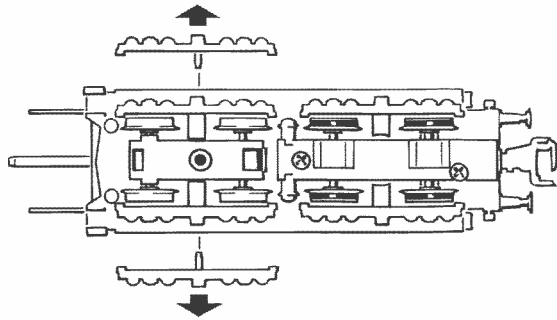

Fig. 12
**1. Reinigung der Radstromkontakte:** Radstromkontakte können auf unsauberen Schienen leicht verschmutzen. Entfernen Sie **vorsichtig** mit einem kleinen Pinsel **den Schmutz** an den in Fig. 12 gekennzeichneten Stellen.
**1. Cleaning of wheel contacts:** Wheel contacts easily get dirty on tracks which are not entirely clean. Use a small brush to **remove dirt** from spots marked in fig. 12.
Les lames de contacts risquent de s'encrasser rapidement sur des voies poussiéreuses. Veuillez **enlever la poussière** aux endroits marqués à la fig. 12 à l'aide d'un petit pinceau souple.
Démontez d'abord les flancs de bogies (fig. 12). Envelez les bandages d'adhérence à l'aide d'une aiguille ou d'un tourne-vis fin. Lors du montage des nouveaux bandages veuillez veiller à ce que les bandages **ne soient pas tor-dues** (fig. 14).